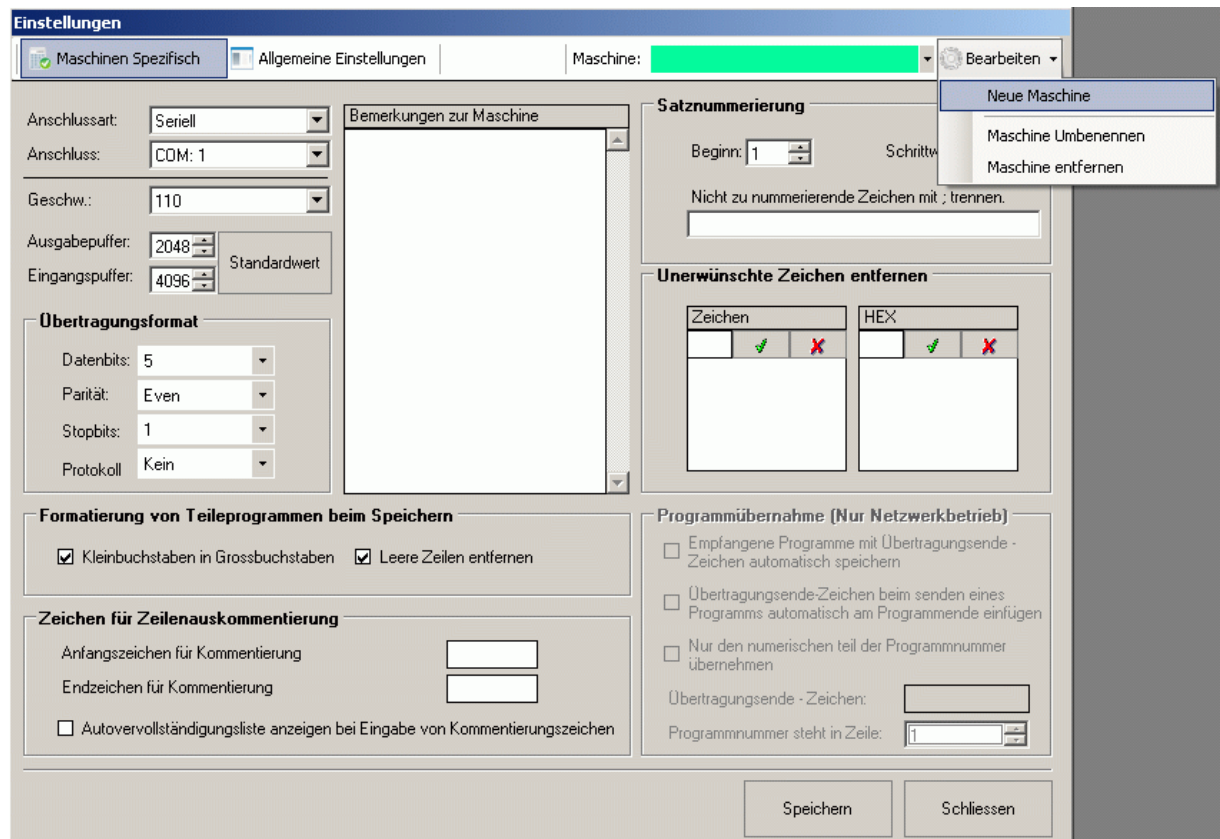

Abbildung 4: Neue Maschine anlegen
- 7.2. Klicken Sie im Einstellungsfenster (s. h. Abbildung 4) auf Bearbeiten dann im nachfolgenden Kontextmenu auf ‚Maschine umbenennen‘.
7.5. Klicken Sie wie in Abbildung 4 auf Bearbeiten und im nachfolgenden Kontextmenu auf ‚Maschine entfernen‘